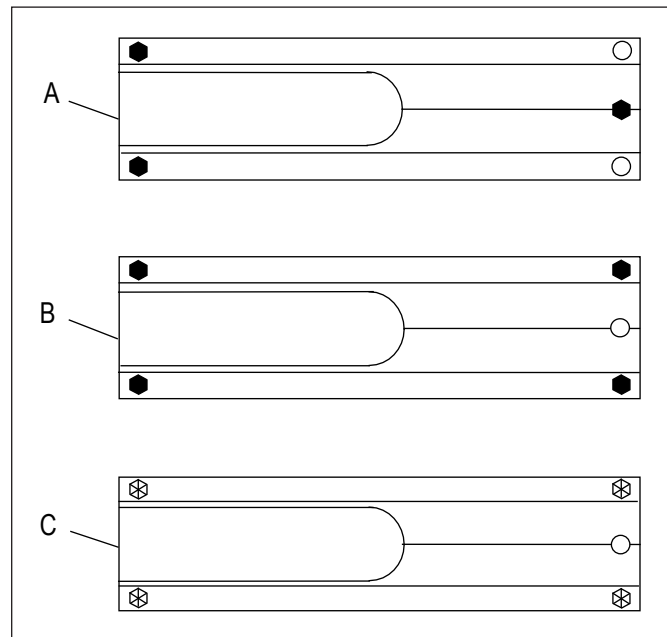

Fig. 4
Si l'unité d'avance doit être placée sur des surfaces planes, il faut disposer les pieds en appui à trois points (v. agencement A à la fig. 4) :
Les mesures sur des objets cylindriques avec un diamètre à partir de 72 mm sont possibles avec l'appui à quatre points (v. agencement B à la fig. 4).
2. Introduire les quatre vis fixant l'embase prismatique (v. agencement C à la fig. 4) et les visser à l'aide de la clé Allen (surplat 2).